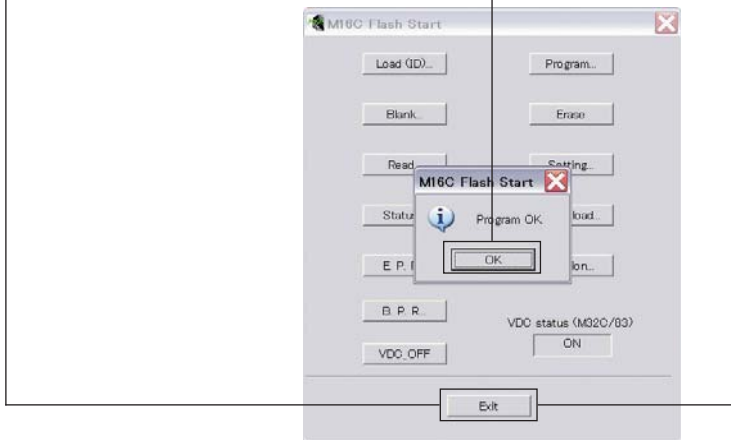

Fig. 6
8. When writing of the firmware is completed, the screen appears as shown below. (Fig. 6)
Click [OK]. (Fig. 6)
8. ファームウェアの書き込みが完了すると、以下の画面が表示されます。(Fig. 6)
[OK] をクリックします。(Fig. 6)
9. Click [Exit] to end FlashSta.exe. (Fig. 6)
9. [Exit] をクリックして FlashSta.exe を終了します。(Fig. 6)